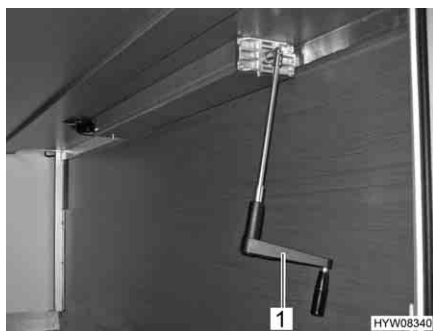

Fig. 68 Letto in coda, regolabile meccanicamente in altezza
- Estrarre la manovella (Fig. 68,1) dal supporto.